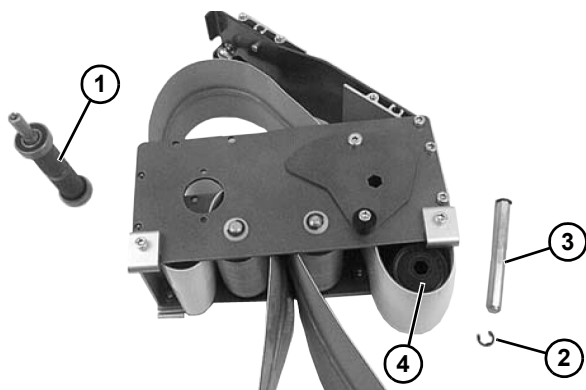

Figura 51
2. Sacar la polea de impulsión (Figura 51, parte 1).